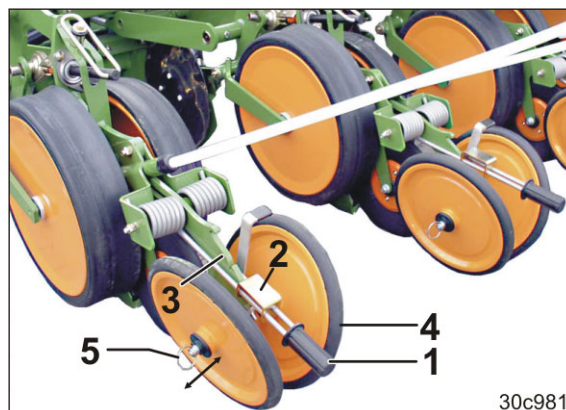

Fig. 169
1. Løft håndtaget (Fig. 169/1) kortvarigt, og sæt skyderen (Fig. 169/2) i indgreb i tandsegmentet (Fig. 169/3).
2. Trykrullerne (Fig. 169/4) skal stilles ensartet aksialt og sikres (sikringsring, Fig. 169/5).